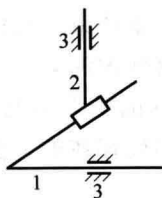

图 1.1 题 1.1.6 图
1.1.6 如图 1.1 所示,机构是可以运动的,但根据自由度计算公式计算所得自由度数为零,这是怎么回事?